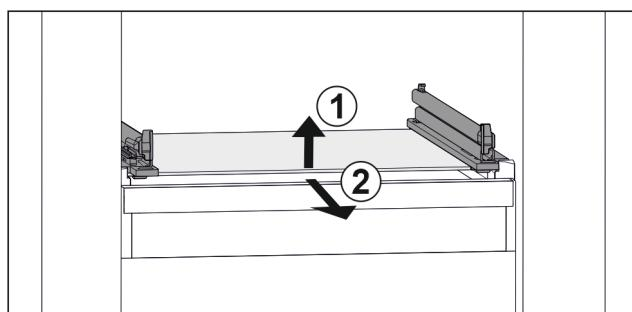

Fig. 158 Примерно изображение на стъклената плоча
- Повдигнете стъклената плоча отпред. Fig. 158 (1)
- Извадете стъклената плоча напред. Fig. 158 (2)